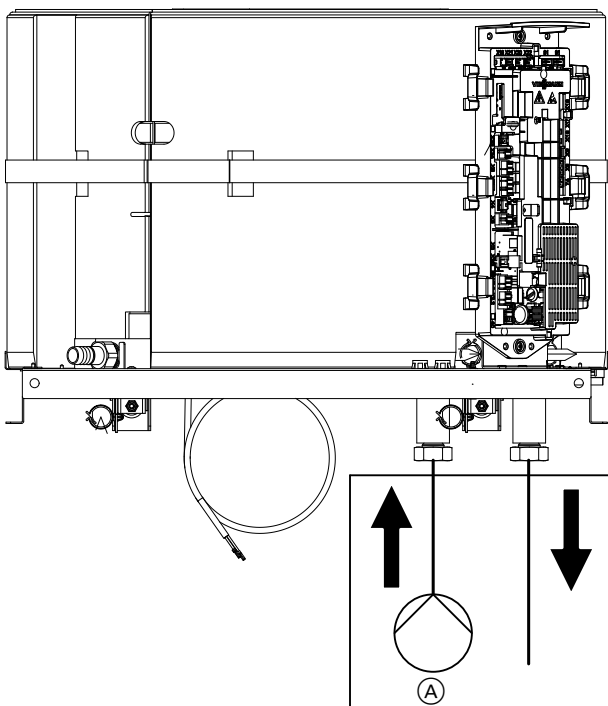

Abb. 39
2. Spülvorrichtung (A) an den Wasseranschluss montieren. Entgegen der normalen Fließrichtung spülen: Siehe Abb. 39.